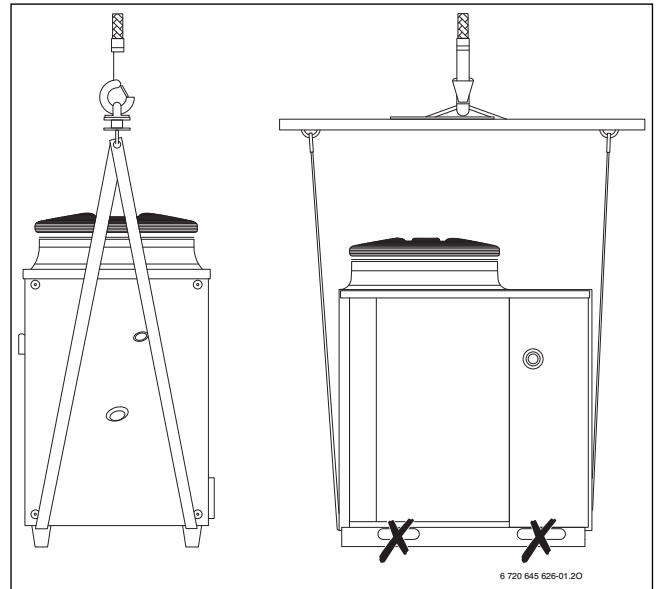
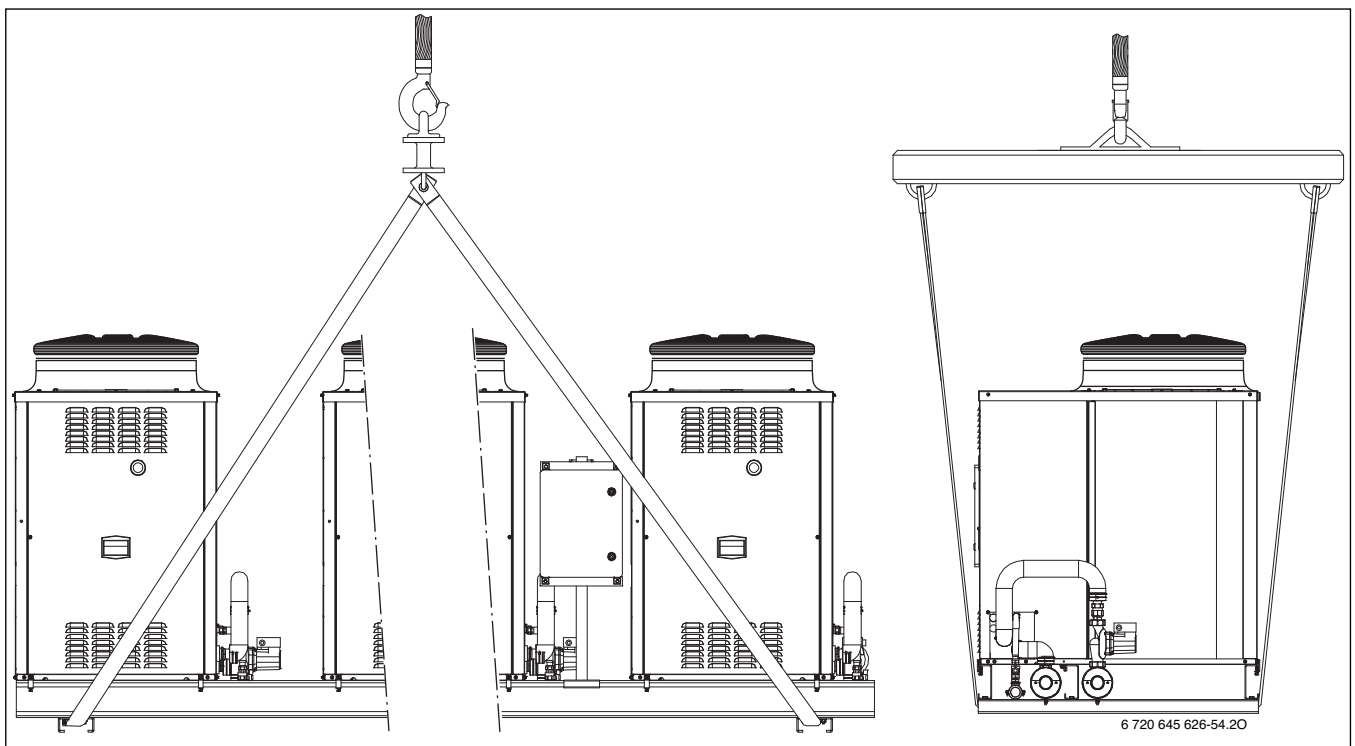

Bild 1 Anheben eines Einzelgeräts
Bild 2 Anheben einer vormontierten Kaskade
- Zum Anheben des Geräts die Transportgurte nur an den dafür vorgesehenen Öffnungen anbringen (→ Bild 1 für Einzelgeräte, Bild 2 für vormontierte Kaskaden).